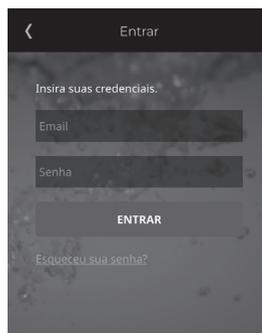

Figura 6 - Tela de Login
4. Insira o endereço de e-mail e a senha. Após clique em ENTRAR. Verifique figura 6.